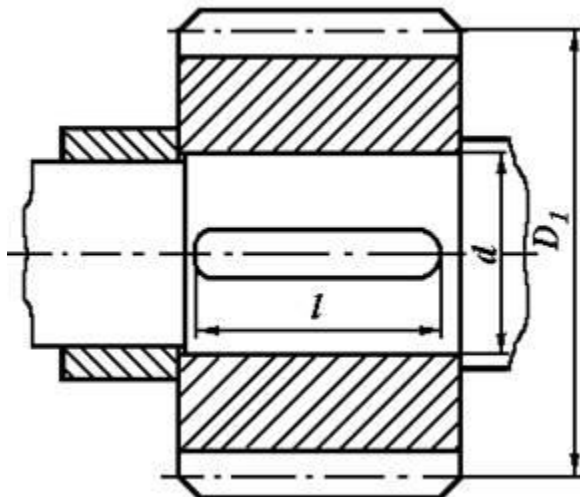

Рис.1. Шпоночное соединение вала с колесом
a) Зубчатое колесо, рассчитанное для передачи окружного усилия F_t , соединено с валом диаметром d при помощи призматической шпонки (рис.1). Определить необходимую длину шпонки, если диаметр делительной окружности D_1 , материал шестерни и вала - Сталь 40Х, материал шпонки - сталь Ст 6 (таблица 1).